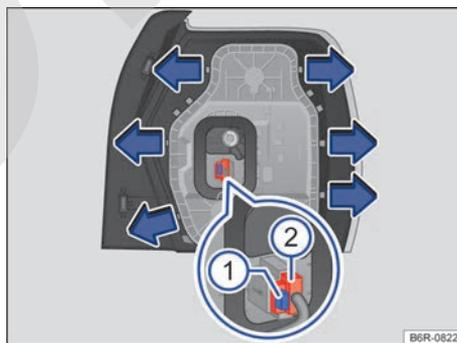

Fig. 177 Grupo óptico trasero: desmontaje del portalámparas.
6. Presione el bloqueo del conector → fig. 177 ① en dirección al conector → fig. 177 ②.
7. Desacople el conector → fig. 177 ②.
9. Para desbloquear el portalámparas, presione las pestañas de bloqueo → fig. 177 en el sentido de las flechas.
13. Acople el conector → fig. 177 ② al portalámparas. El bloqueo → fig. 177 ① tiene que encastrar de forma audible.